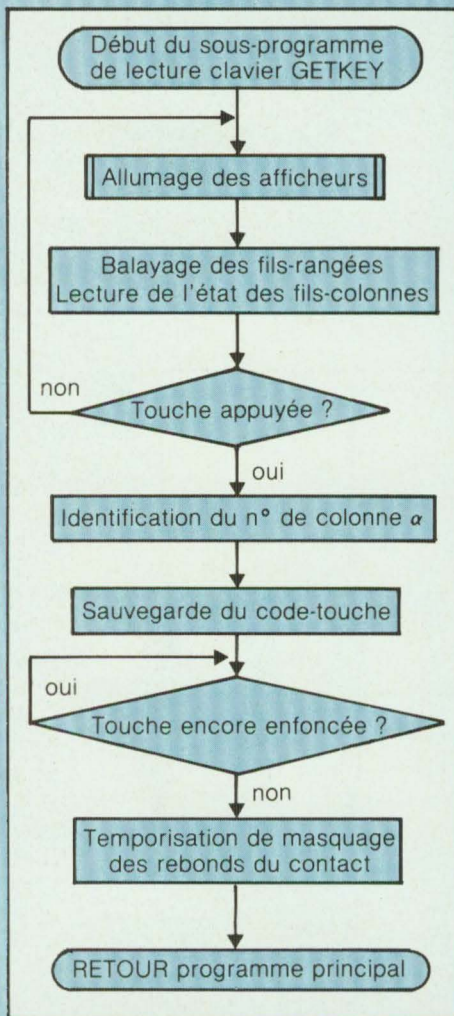

Fig. 4 : Ordigramme général du programme de lecture du clavier.
• Si aucune touche n'a été actionnée, le programme repart, effectuant d'abord le rafraîchissement des afficheurs puis de nouveau la scrutation et la détection de touche. Les ordigrammes (général et détaillé) des figures 4 et 5 décrivent le processus. Le listing complet du